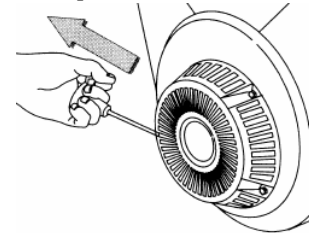

Рис. 3.
5.5.5. Плавно вытянуть до упора трос ручного стартера за ручку поз. 2 (рис. 1) и вернуть в исходное положение см. также рис. 3.
5.5.7. Придерживая генератор за ручку, резко с интенсивным усилием вытянуть трос стартера до упора (рис. 3), повторив действие несколько раз при необходимости. Если двигатель не запускается, следует изменить положение рычага воздушной заслонки, сдвигая его вправо тем больше, чем выше температура двигателя и окружающего воздуха.